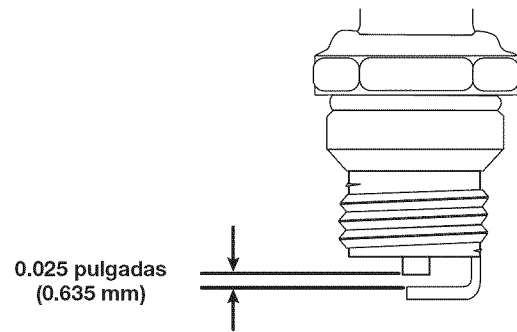

Fig. 22
6. Use un calibrador de hoja para ajustar abertura de la bujía a **0.025 pulgadas (0.635 mm)** (Fig. 22).